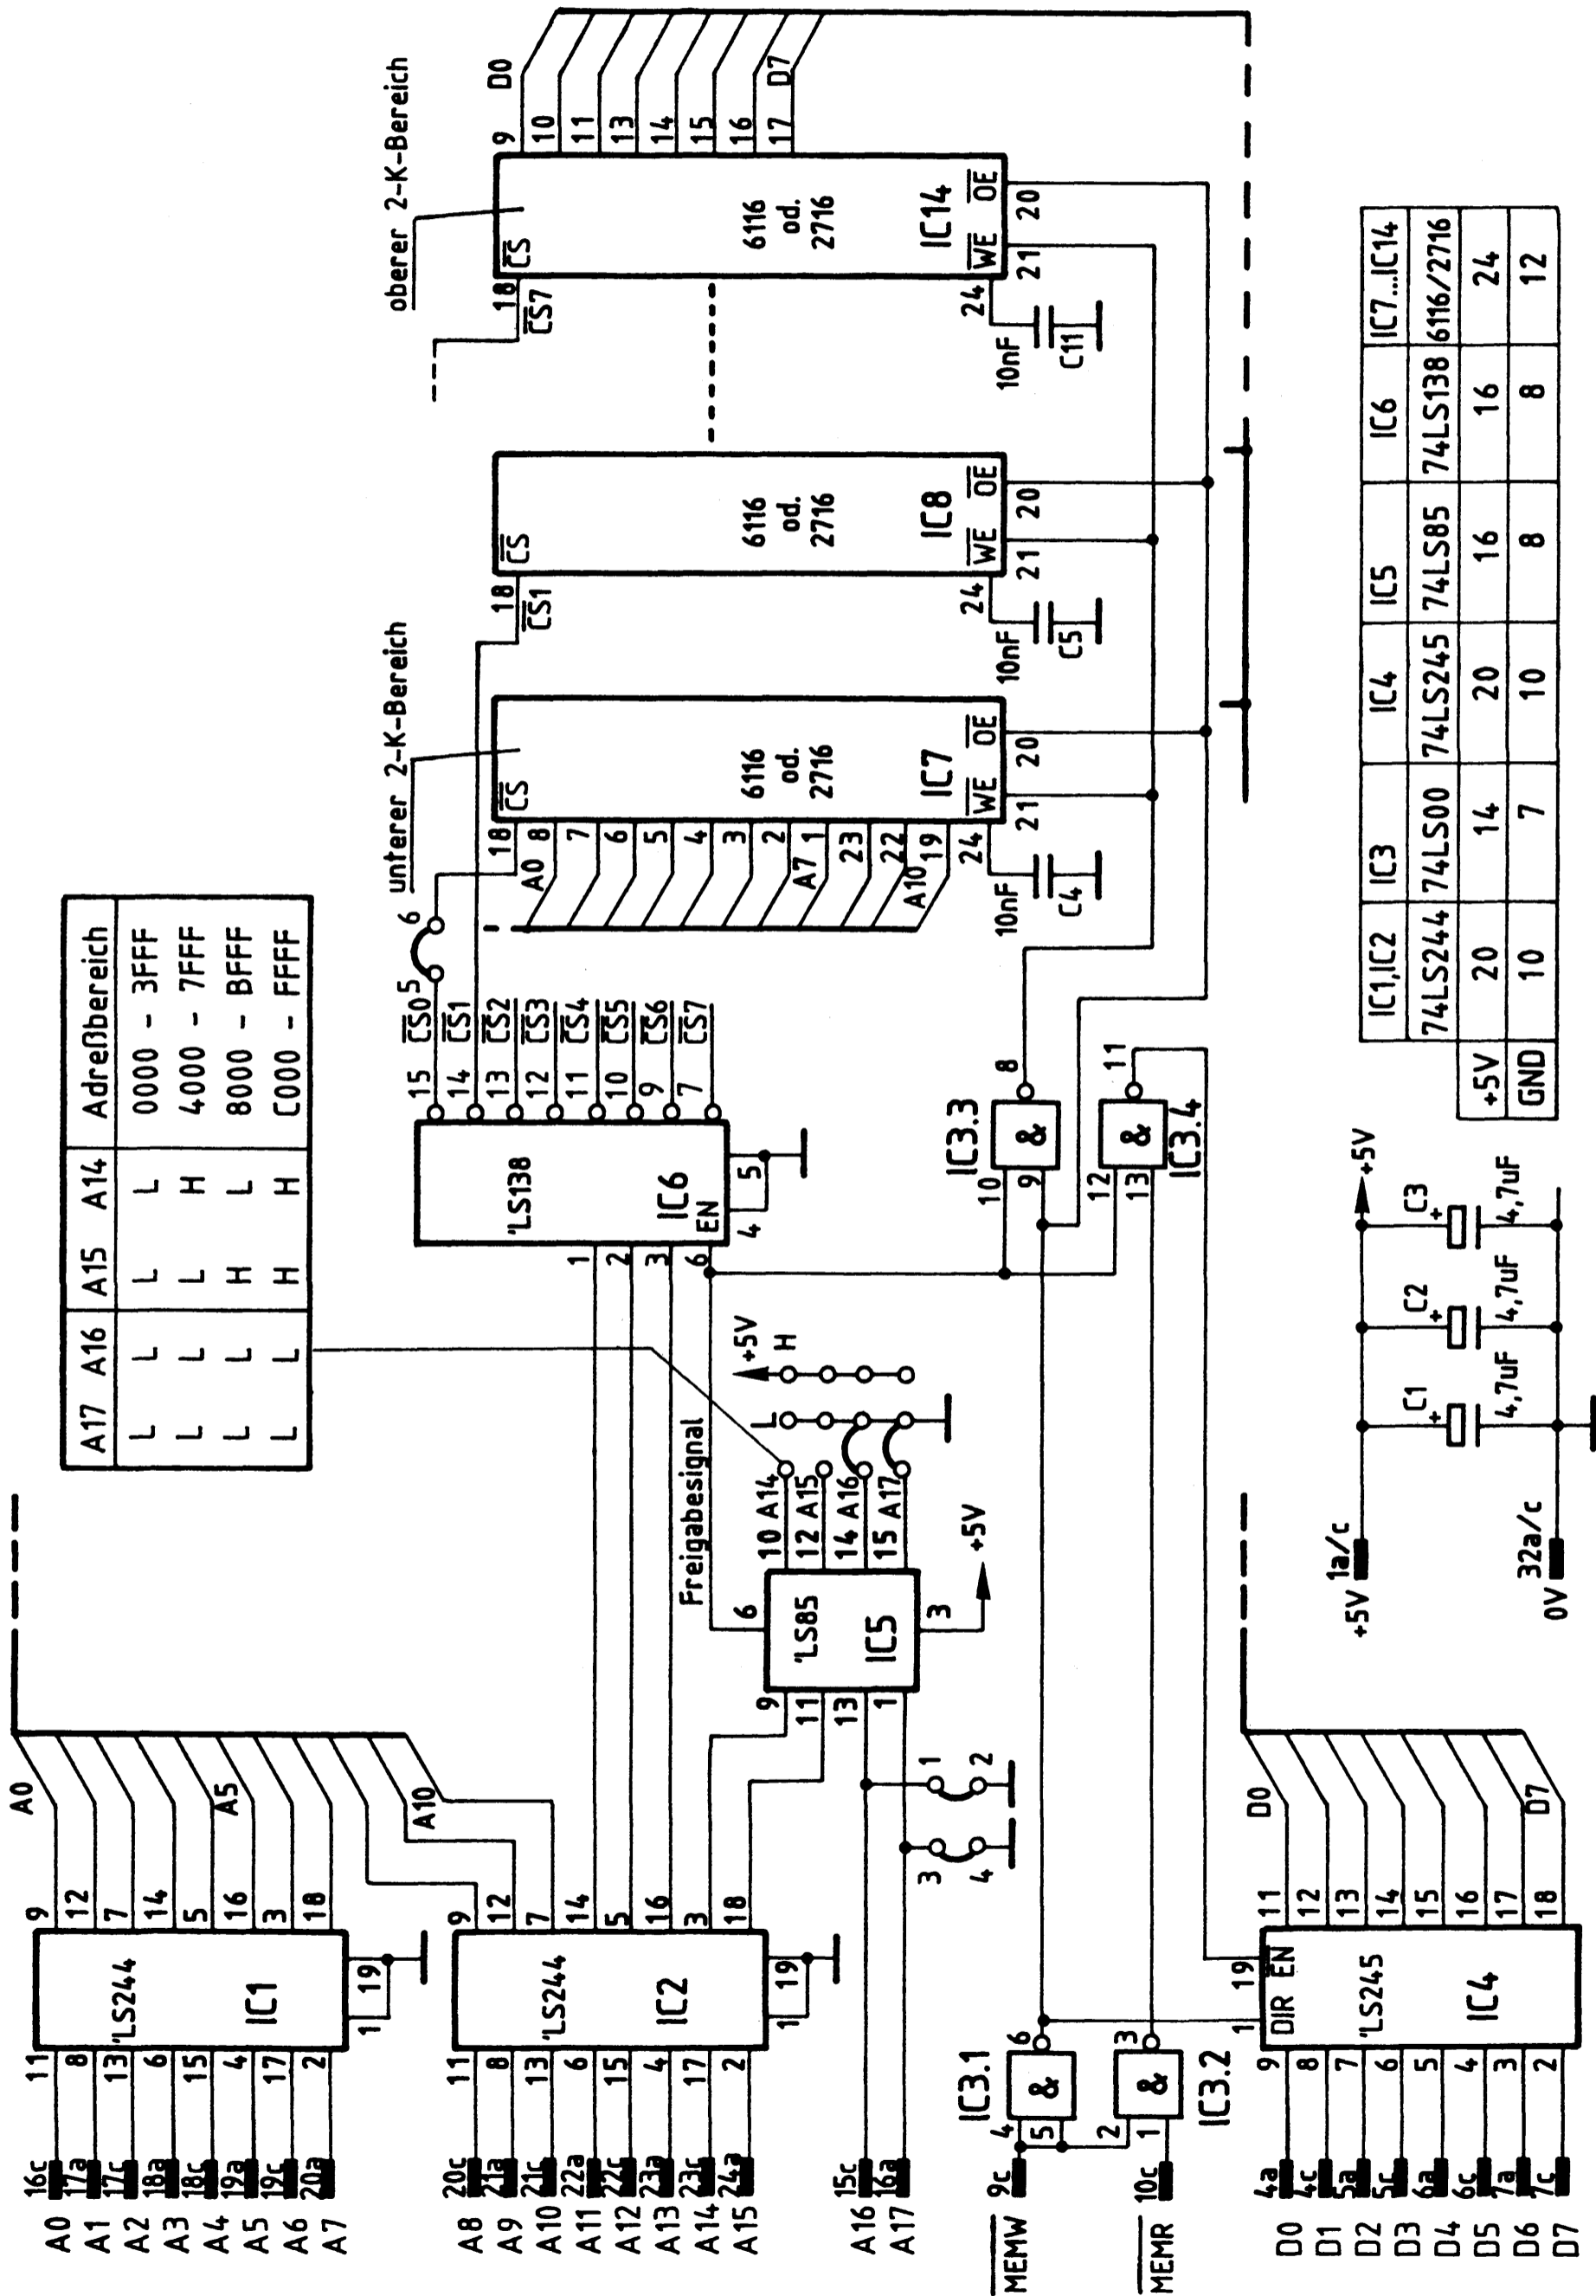

Bild 1: Stromlaufplan 16-K-RAM/EPROM
Die Urlader-Einrichtung ist eine Erweiterung der 16-K-RAM/EPROM-Baugruppe und auf dem Layout der Leiterplatte bereits vorbereitet. Bild 1 zeigt den Stromlaufplan der Baugruppe ohne, Bild 7 mit Urladereinrichtung.
Bild 1 zeigt den Stromlaufplan der Baugruppe. Sie sollten diesen Plan bei allen folgenden Erklärungen mitbenutzen.
Der 1-aus-8-Decoder 74 LS 138 (Bild 1) dient zur Auswahl der Speicherbausteine. Er decodiert die Adreßsignale A11...A13. Sein Enable-Eingang (EN) wird vom Freigabesignal des 4-Bit-Komparators 74 LS 85 aktiviert.
Mit Hilfe der Speicher-Steuereingänge \overline{CS} , \overline{WE} und \overline{OE} (Bild 1) werden die Speicher gelesen (EPROM) oder gelesen und beschrieben (RAM) oder gesperrt. Die hierzu an den Steuereingängen erforderlichen Pegel können Sie der Tabelle in Bild 3 entnehmen. Von den fünf dargestellten Signalkombinationen kommen im MFA-MC-System nur die Kombinationen 2, 3 und 5 vor.